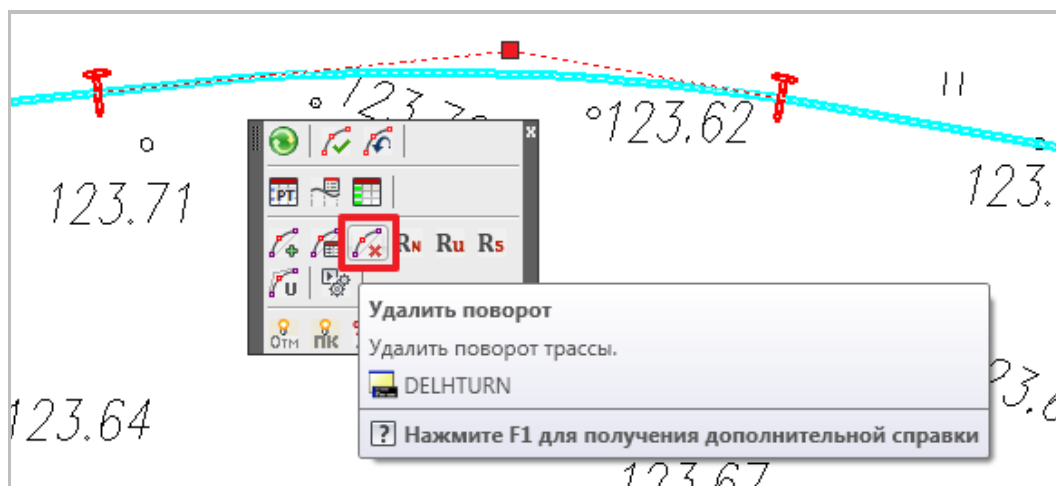

Рис. 33 Команда удаления поворота трассы доступна на панели инструментов, в меню *Трасса* и в *Навигаторе объектов*
- вызвать команду *Удалить поворот* (меню *Трасса/Повороты* или на панели инструментов) (см. рис. 33).